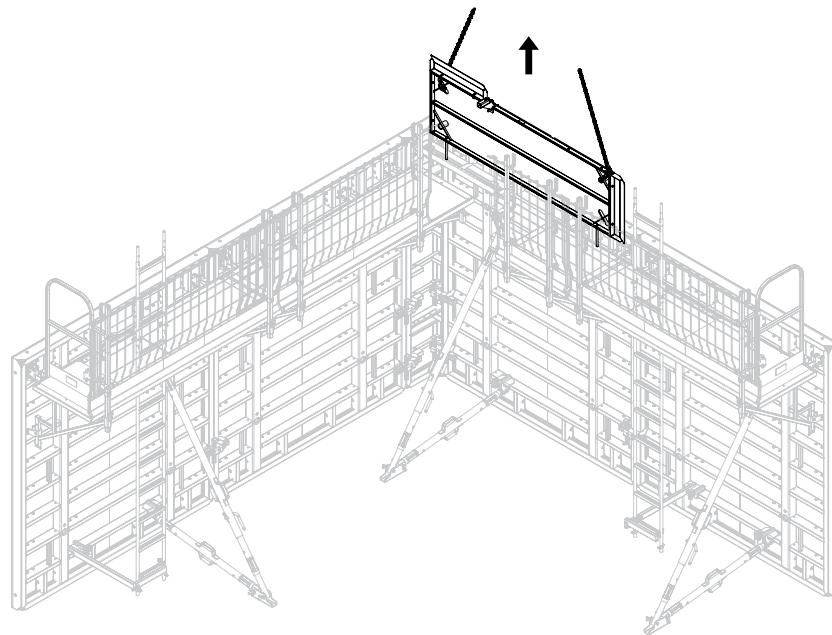

Fig. A13.03
1. Fixer le platelage de liaison MXK (5), avec l'élingue à deux brins, aux points de fixation de charges du platelage de liaison MXK et l'enlever avec précaution du système de console MXK. (Fig. A13.03 + A13.03a)